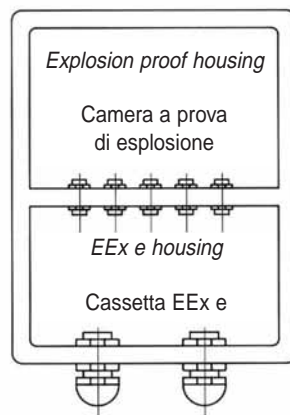

Fig. n. 11
C) IMPIANTO IN CAVO CON ENTRATA INDIRECTA (figura n. 11)